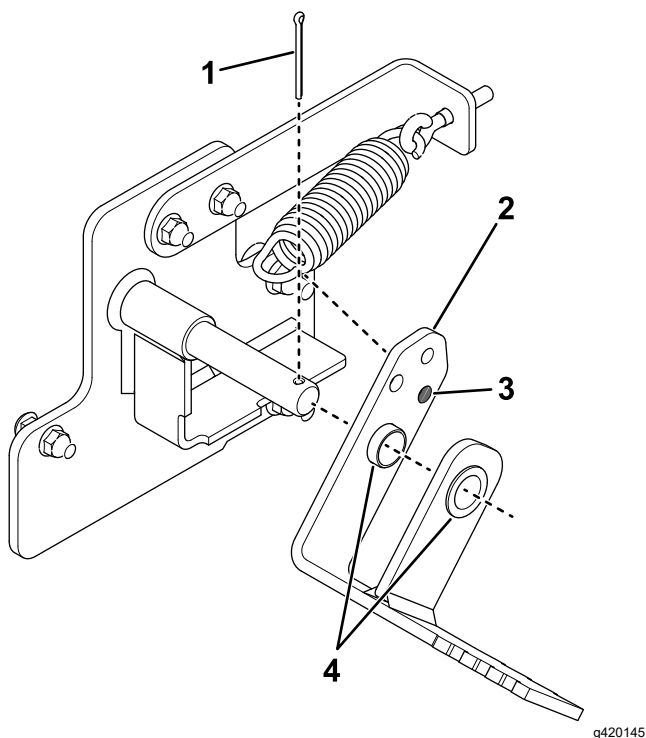

Figure 7
6. Sur le côté droit de la machine, installez le frein de stationnement sur la machine en procédant comme aux opérations 2 et 3. Fixez ensuite le ressort au frein de stationnement comme montré à la Figure 7.